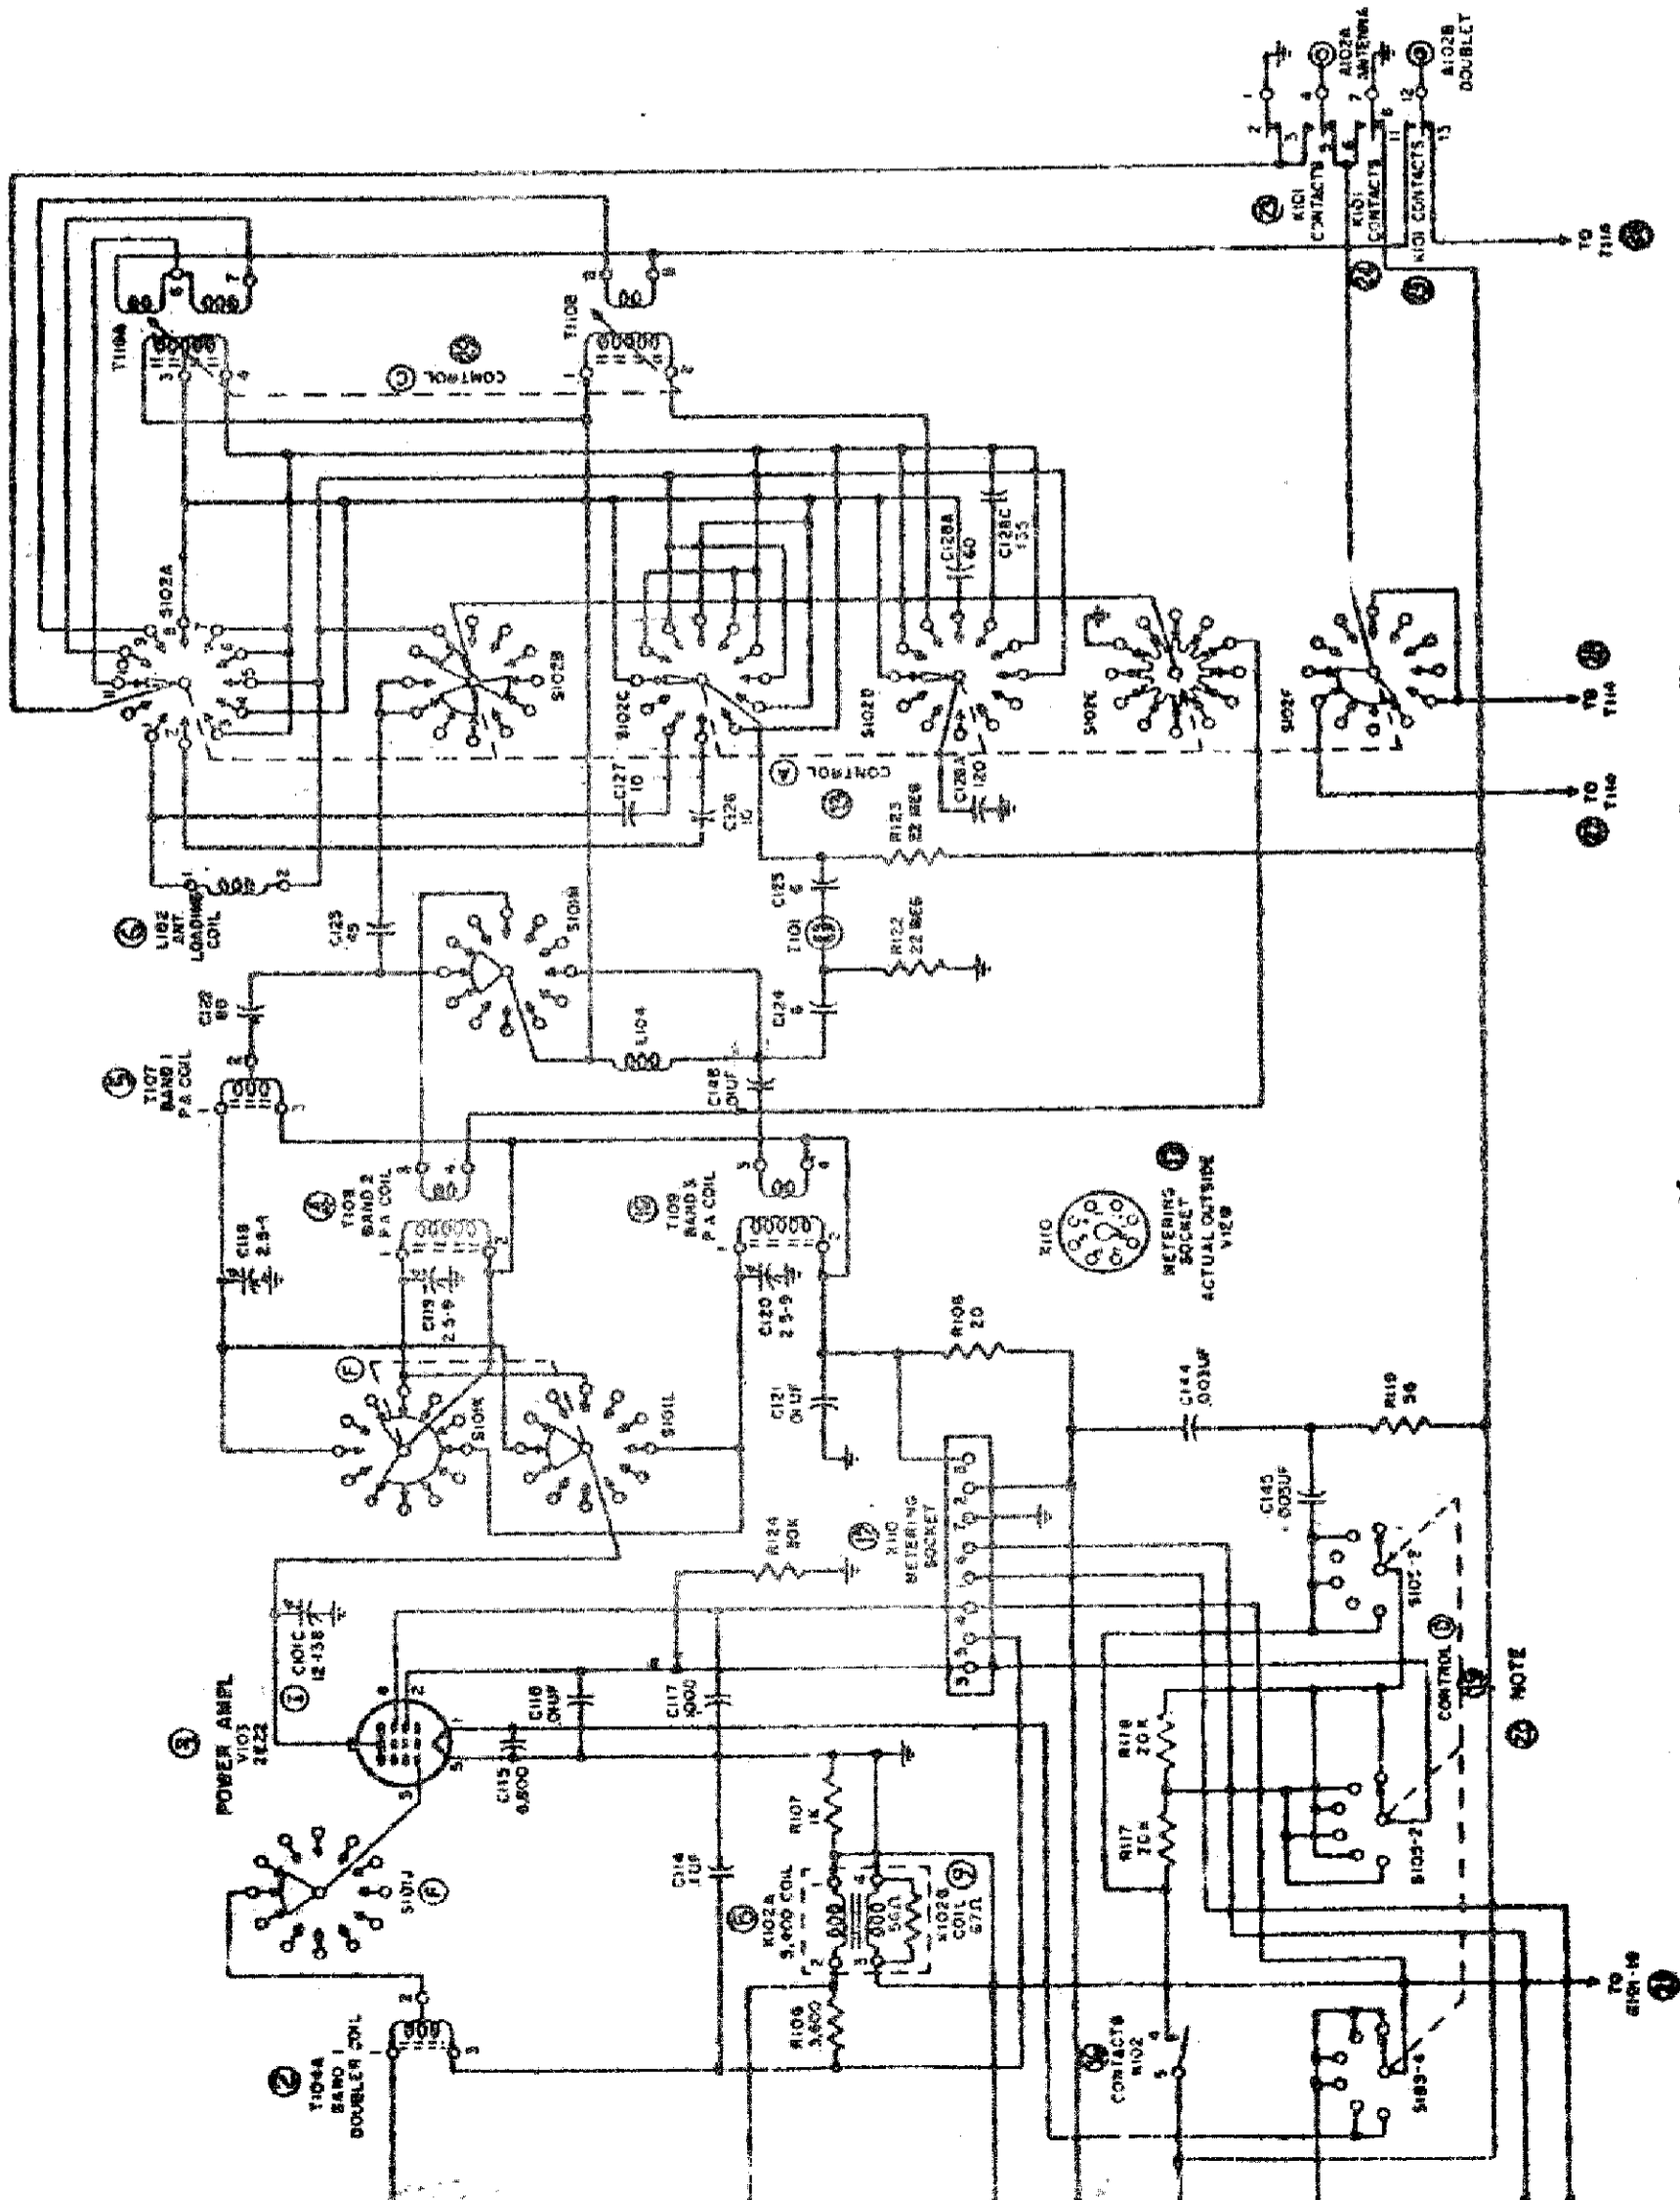

Fig. 26 - Schemo amplificatore di potenza - Schemo amplificatore.
4- Stadio amplificatore di potenza V103, valvola tipo 2E22 (fig. 26).
i. CIRCUITO DI PLACCA (fig.26). — Il segnale dalla placca della V103 entra nel commutatore selettore delle bobine S101L. A secondo della banda desiderata, le bobine impegnate possono essere la T107, la T108 o la T109. Il condensatore C101C, coassiale ad altre sezioni variabili, sintonizza la bobina impiegata. Il commutatore S101K cortocircuita invece le bobine non impiegate. Considerata la banda 1, il condensatore C118 è il trimmer di taratura. L'estremità inferiore di ogni bobina è collegata alla resistenza R108 e da questa alla sorgente di alimentazione a 500 volt (fig. 26). Ai capi della R108 vi sono due fili che si collegano allo zoccolo delle misure per cui si può controllare la corrente di placca. Il condensatore C121 è il bypass della R108 e chiude a massa l'estremità inferiore delle bobine T107, T108 e T109 per quanto riguarda la R.F.